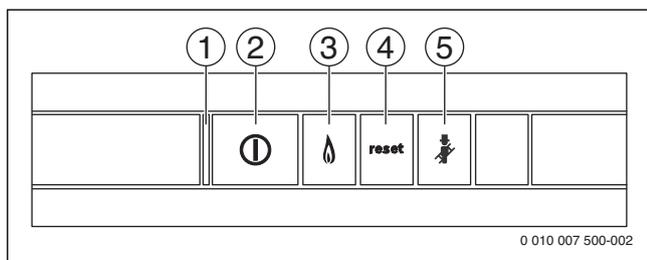

Fig. 8 Touches de réglage
- ▶ Démarrer l'appareil avec l'interrupteur marche/arrêt (→ fig. 8).